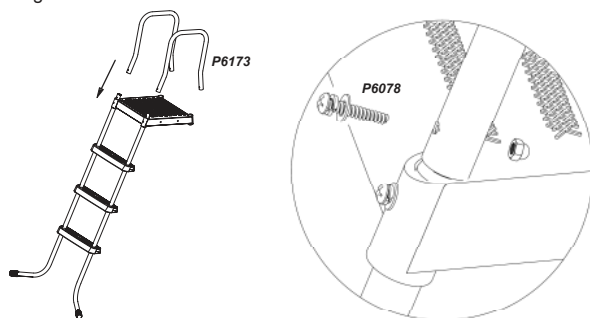

Figura 5
5. Montaggio gradini rimanenti (figura 5)